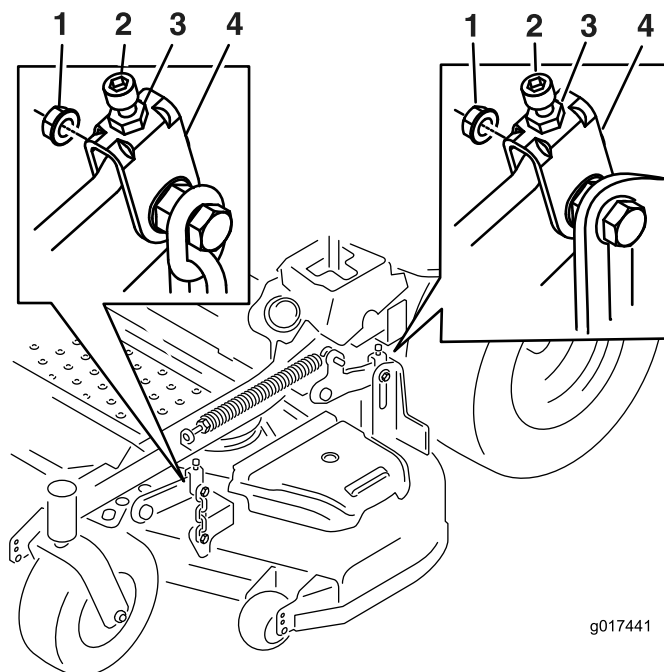

Figure 71
précisément la vis de réglage en la tournant de manière à obtenir une hauteur de 7,6 mm (voir Figure 71).
16. Ajustez précisément la vis de réglage en la tournant de manière à obtenir une hauteur de 8,3 mm (Figure 71).